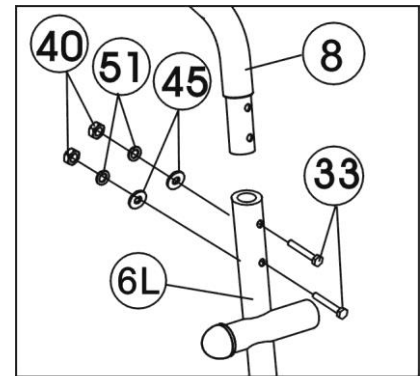

Figure 9
Befestigen Sie den linken Lenker (8) an der linken Lenkerhalterung (6L) mit vier Sätzen M8x40 Schrauben (33),  $\Phi 8$  Bogenscheiben (45),  $\Phi 8$  Federscheiben (51) und M8 Hutmuttern (40). Führen Sie die oben genannten Schritte aus, um den rechten Lenker (11) an der rechten Lenkerhalterung (6R) zu montieren. (Siehe Abbildung 9)